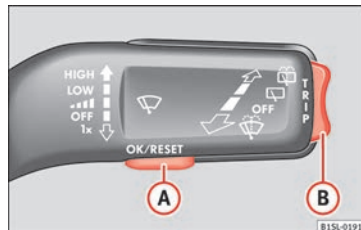

Fig. 33 Palanca del limpiaparabrisas: teclas de control.
- Si se visualiza un mensaje o el pictograma del vehículo, pulse la tecla **OK/RESET** (» fig. 33 A).
- Pulse la parte superior o inferior de la tecla basculante » fig. 33 B hasta que aparezca el punto de la indicación deseado.